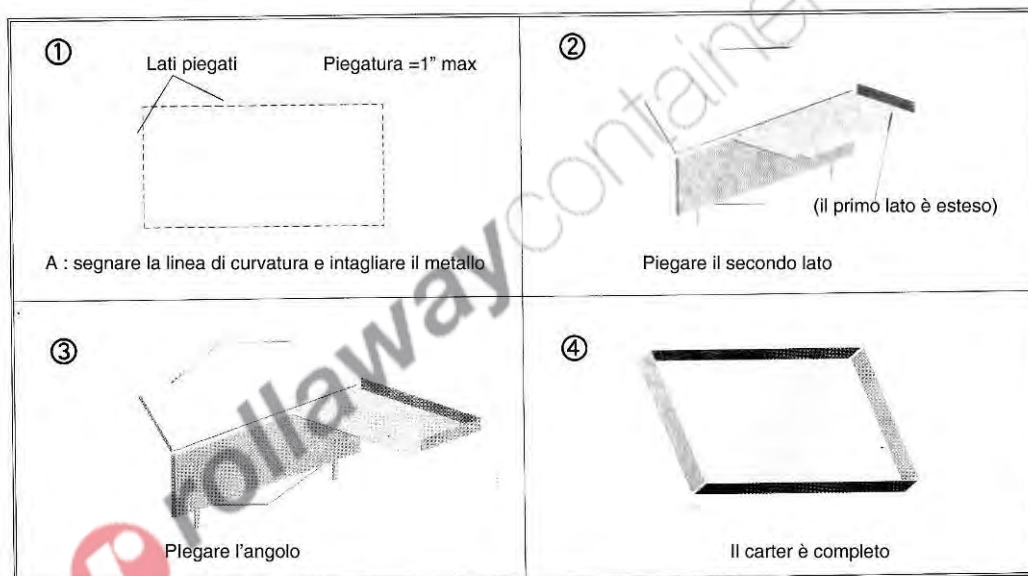

Figura 10 – Formatura di un carter
1. Misurare e tagliare il materiale prima della curvatura. Intagliare gli angoli secondo l'altezza dei bordi, come da Figura 10.
2. Inserire il materiale fra gli utensili e il prisma. Piegare il materiale fino a raggiungere un angolo di 90°, come da Figura 10.
6. **Prima piega l'angolo più vicino alla metà della macchina**, come da Figura 10 parte 3. Questo permetterà al materiale di staccarsi dalla matrice superiore quando sale.